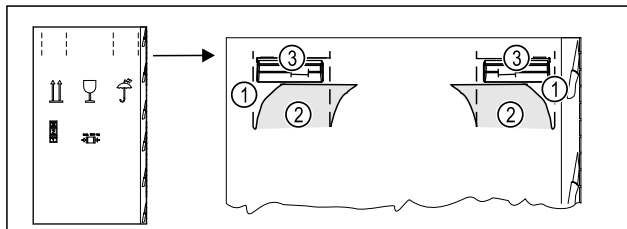

Fig. 6
- Fent, a perforálásnál Fig. 6 (1) nyomja be a csomagoló kartont.
- Húzza ki a benyomott füleket Fig. 6 (2).
- A jobb és a bal oldalon látható a hordfogantyú Fig. 6 (3).
- Tartsa meg a készüléket a hordfogantyúknál Fig. 6 (3).